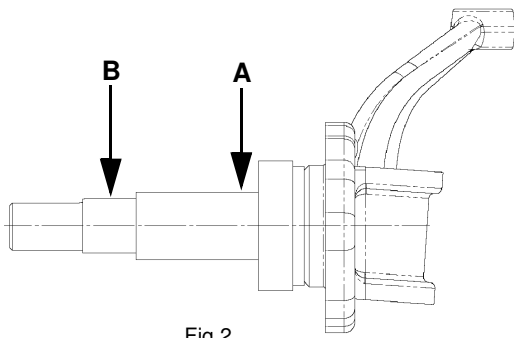

Fig.2
For measuring the spindle see Fig.2 and Tab.1.
- Die Radlagersitze dürfen nicht verschlissen sein! Überprüfen Sie bitte genau die Oberflächen der Radlagersitze auf Beschädigungen. Für die maßliche Überprüfung der Lagersitz-Durchmesser haben wir Ihnen die Toleranzmaße in einer Tabelle zusammen gestellt. Siehe Fig.2 und Tab. 1.